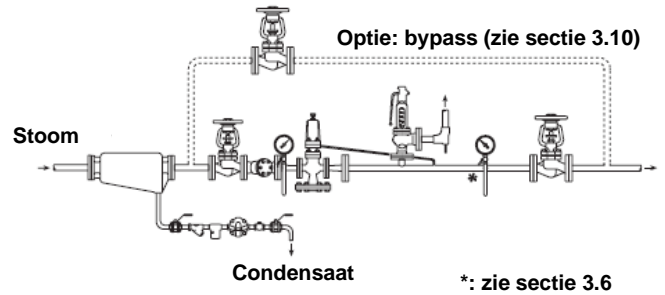

Fig. 5 Instelprocedure voor DP163, DP163G, en DP163Y
- Schroef tegenmoer (2) los en draai de regelschroef (1) in tegenwijzerszin tot de regelveer (6) ontspannen is.
- Schuif C-drukkring (3) onder de tegenmoer uit en verwijder deksel (12).
- Verwijder regelveer (6) en bovenste veerschotel (5).
- Schroef de vier moeren (8) los (M10) en verwijder het veerhuis (4), de onderste veerschotel (7) en de servomembranen (9).
- Schroef de 4 moeren (21) en verwijder het servoklephuis (10) maar zorg ervoor dat de veer (16) op de hoofdklep (17) blijft zoals het hoort.
- Schroef, met behulp van een ringsleutel SW 27 mm, de set servoklep (13) met servoklepzeef (14) los en verwijder de servoklepstoter (11).
- Schroef de balgmembraanafdichting (31) los met een ringsleutel SW 24 mm. Indien nodig kan deze balgmembraanafdichting vervangen worden.
- Nu wordt eerst de nieuwe servoklep (13) ingeschroefd en aangespannen tot 115 Nm.
- Schuif de servoklepstoter (11) in vanaf de bovenkant en controleer of de speling tussen het uiteinde van de klepstoter en de rechte lat op de servomembraanzitting wel degelijk 0,7 mm is (Fig.5).
- Verifieer of er wel degelijk een kleine lichtspleet is tussen de rechte lat op de servomembraanzitting en de bovenkant van de dichtgedrukte balgmembraanafdichting (zie fig.5)
- Alvorens terug samen te bouwen, verzeker er u van dat alle dichtingsvlakken goed zuiver zijn en dat de veer (16) van de hoofdklep goed op haar plaats zit.
- Plaats de nieuwe pakking (15) en monteer het servoklephuis. Span de 4 moeren (11) aan volgens tabel 1.
- Plaats de twee servomembranen (9) terug en zorg ervoor dat alle contactoppervlakken zuiver zijn. Desnoods kunnen twee nieuwe servomembranen gemonteerd worden.
- Plaats de onderste veerschotel (7) weer op zijn plaats en bevestig het veerhuis. De vier moeren (8) worden gelijkmatig aangespannen tot 50 Nm.
- Monteer de regelveer (6) en de bovenste veerschotel (5) en draai de regelschroef (1) in wijzerszin tot de regelveer volledig ingedrukt is. Plaats deksel (12) en C-drukkring (3) terug.